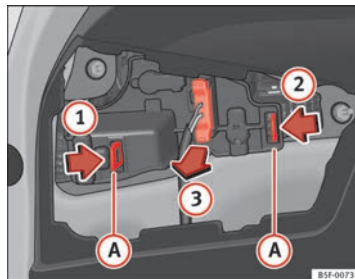

Fig. 196 Desmontar el portalámparas
- Desbloquear las lengüetas de fijación **(A)** del portalámparas, siguiendo la dirección de las flechas **(1)** y **(2)** ⇒ fig. 196.
- Extraiga el portalámparas de su sitio en el sentido de la flecha **(3)** ⇒ fig. 196. ■
- Monte el portalámparas comprobando que los clips de fijación ⇒ fig. 196 **(A)** estén correctamente clipados.